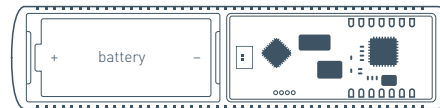

Рис. 5. Вид датчика со снятой верхней крышкой
6.3 Своевременно заменяйте батарею питания на новую. При разряде батареи датчик передает соответствующий сигнал на центральный блок сигнализации. Когда батарея разряжена, при каждой сработке, в том числе по тамперу, датчик кроме обычной индикации осуществляет включение и постоянное гашение светодиода. Для смены батареи подденьте защелку «1» (Рис. 3) и снимите верхнюю крышку датчика. Замените батарею «battery» (Рис. 5) на новую, типа CR123A.